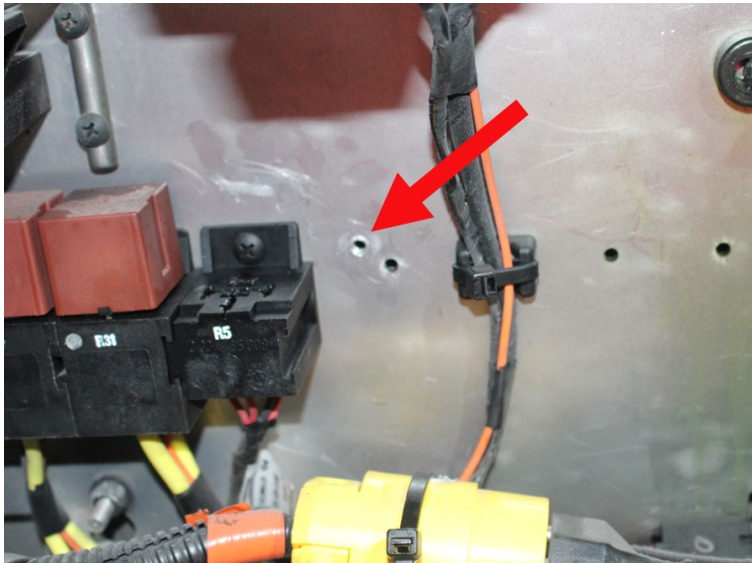
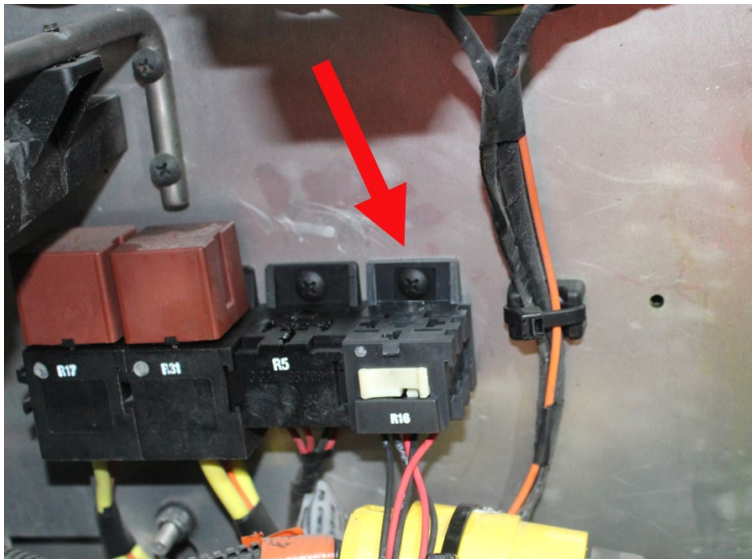

FIGURE 13: INSTALLATION DE LA BASE DE RELAI
FIGURE 14: BASE DE RELAI & R16 INSTALLÉS
1. Installer la base de relais 561183 dans le compartiment principal d'alimentation. Pour ce faire, tout d'abord, percez un trou de 1/8 à travers le panneau. Fixez la base du relais à l'aide d'une vis 500799 (FIGURE 13 & FIGURE 14).